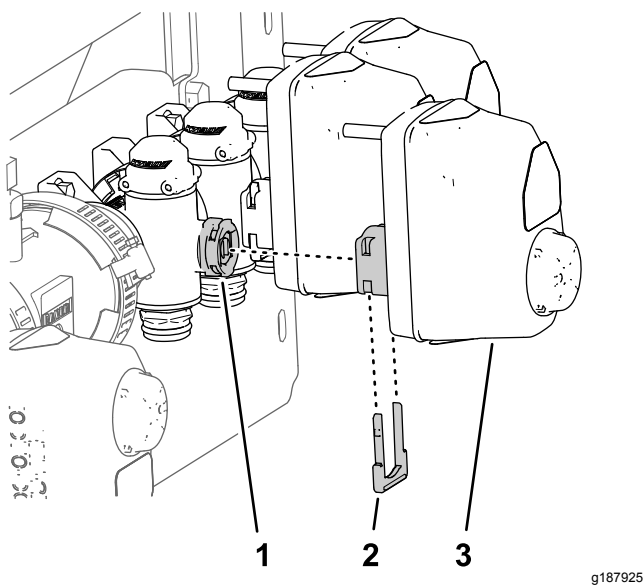

Figure 51
- Alignez le raccord de l'actionneur de vanne de section que vous avez retiré à l'opération 2 de Dépose de l'actionneur de vanne (page 25) et l'orifice de tige de la soupape de collecteur (Figure 51).
- Fixez l'actionneur de vanne de section à la soupape de collecteur à l'aide de l'étrier (Figure 51) que vous avez retiré à l'opération 1 de Dépose de l'actionneur de vanne (page 25).